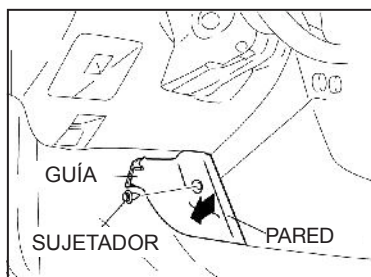

Figura 1
7. Retire el sujetador de la pared lateral. (Ver Figura 1)